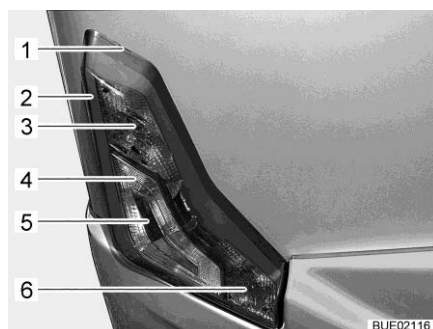

Bild 293 Beleuchtung Heck
- Flaches Werkzeug in Kerbe (Bild 293,1) stecken und Gehäuse vorsichtig abhebeln.